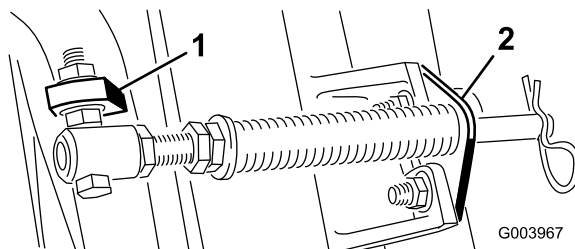

Рисунок 6
Примечание: Головку болта следует расположить по направлению к наружной стороне выступа, как показано на Рисунок 6.
- Д. Присоедините кронштейн штока к выступам режущих блоков с помощью каретных болтов и гаек (Рисунок 6).